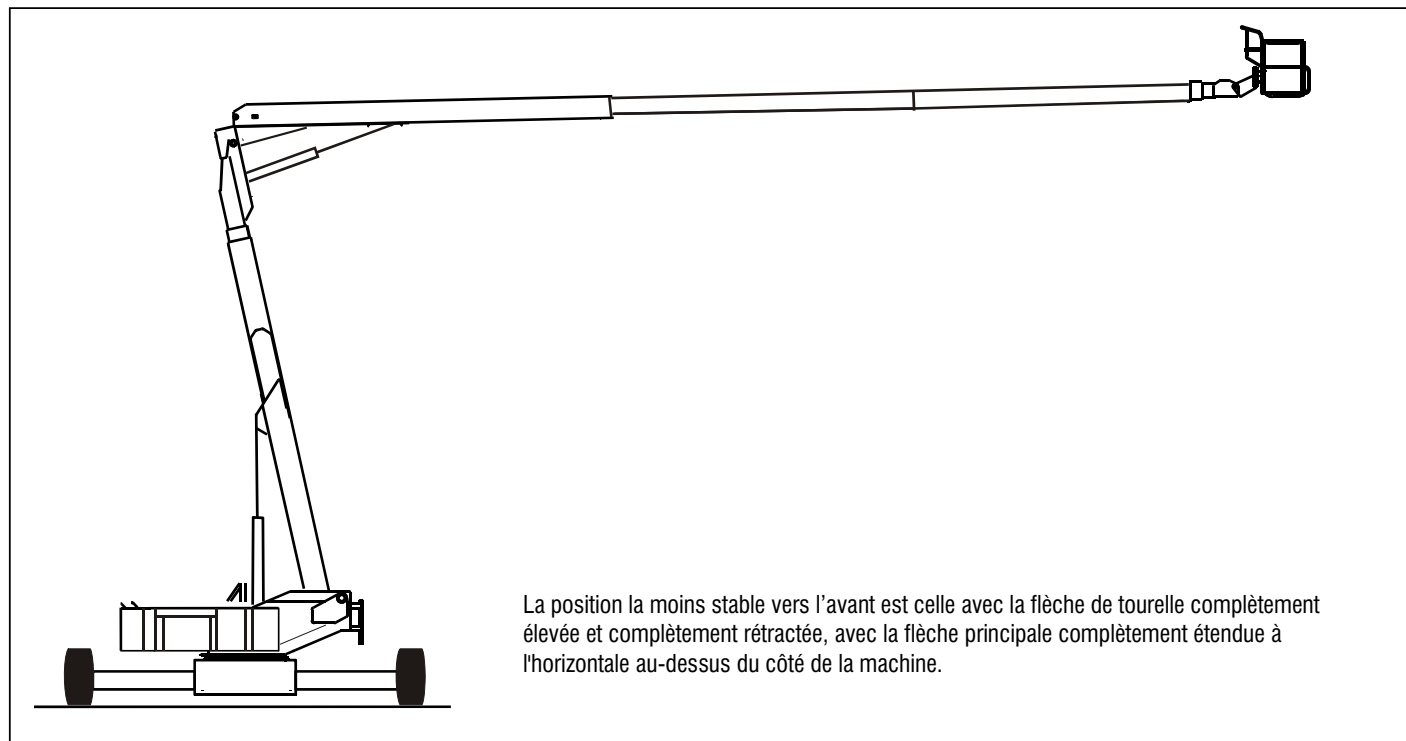
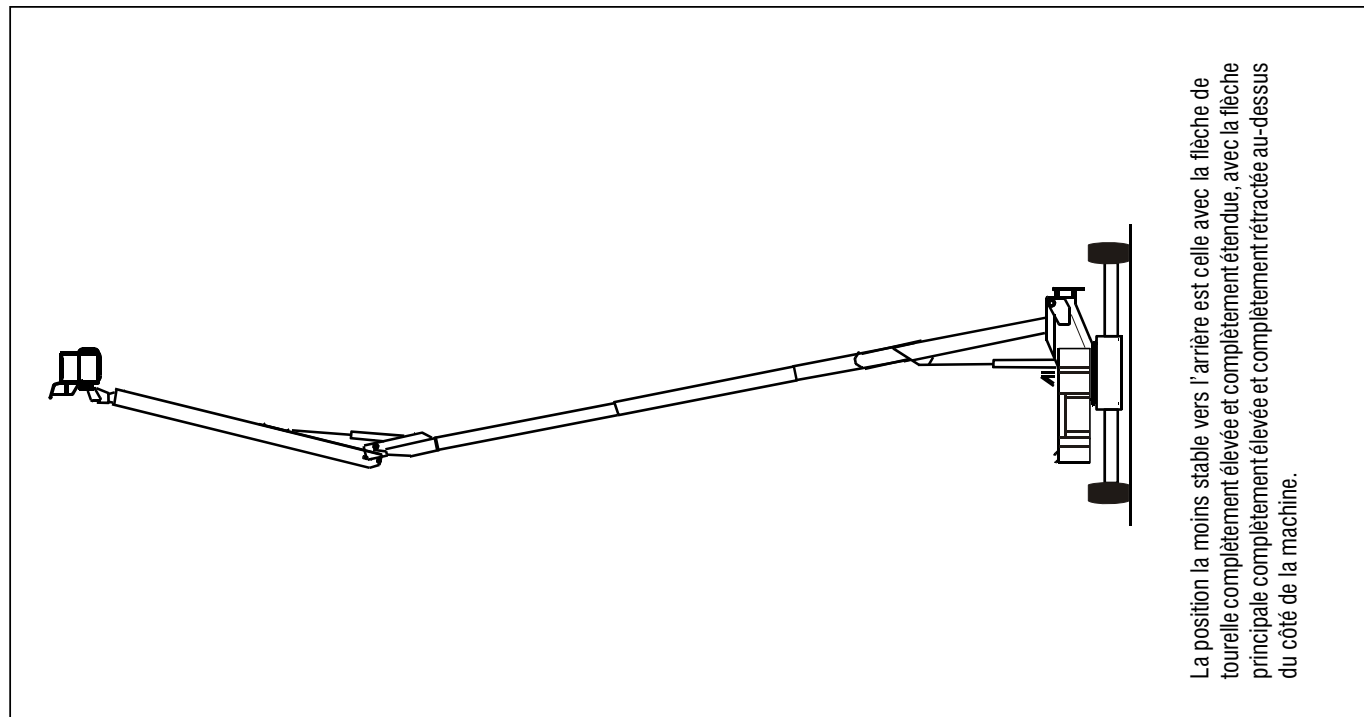

Figure 4-1. Position la moins stable vers l'avant
Figure 4-2. Position la moins stable vers l'arrière
La stabilité de la machine est basée sur deux (2) positions, appelées stabilité VERS L'AVANT et stabilité VERS L'ARRIÈRE. La position la moins stable de la machine VERS L'AVANT est illustrée sur la Figure 4-1., Position la moins stable vers l'avant et la position la moins stable de la machine VERS L'ARRIÈRE est illustrée sur la Figure 4-2., Position la moins stable vers l'arrière.